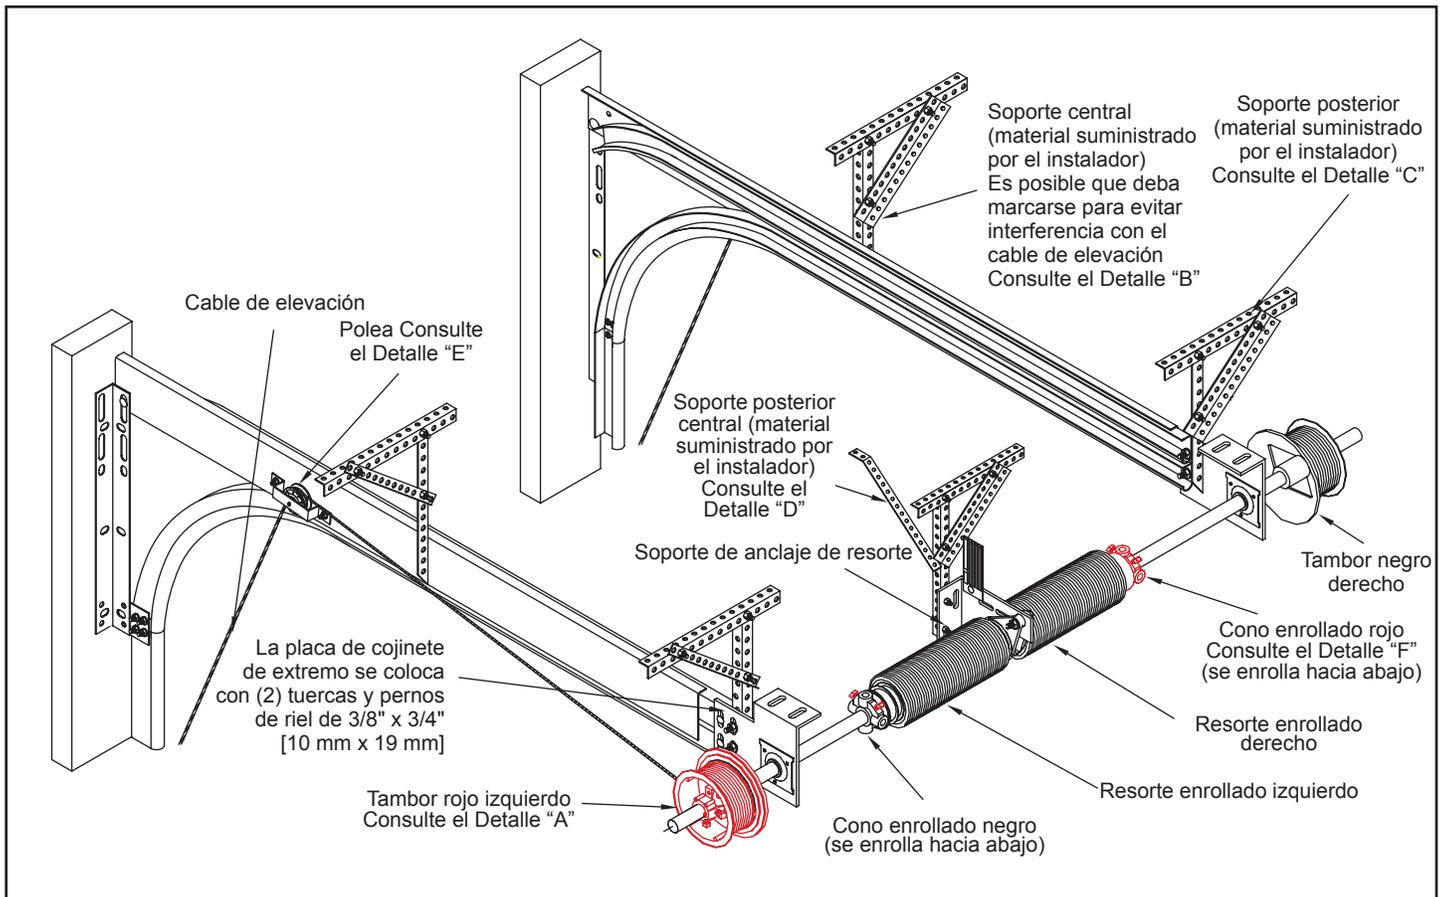

Fig. 2-AT
Deslice la mitad del eje en el cojinete de extremo y **sujete el soporte de anclaje de resorte en la almohadilla de resorte con los tornillos gruesos rojos (madera) de 5/16" x 1-5/8" [8 mm x 41 mm] o los tornillos autopercutores rojos (metal) de 5/16" x 1" [8 mm x 25 mm].** Centre el eje, deslice el otro eje al lado opuesto y alinee el acoplador de eje. Coloque los acopladores de eje juntos de manera suelta con pernos de acoplador y ajuste los soportes de anclaje. Deslice el cojinete de eje en el cono fijo sobre el resorte. Deslice el resorte contra el soporte de anclaje de resorte y sujete con los (2) pernos y tornillos de cabeza de 3/8" x 1-1/2" [10 mm x 38 mm]. Deslice ambos tambores contra los cojinetes de extremo, coloque las llaves de 1/4" x 1/4" [6 mm x 6 mm] y ajuste los tornillos de instalación. (Fig. 2-TOR)
Paso 1: Placas de cojinete de extremo. La placa de cojinete de extremo se colocará y ajustará en el extremo posterior del riel horizontal. (Fig. 2-AT) Es posible que deba realizar perforaciones en el ángulo horizontal y la placa de cojinete de extremo.